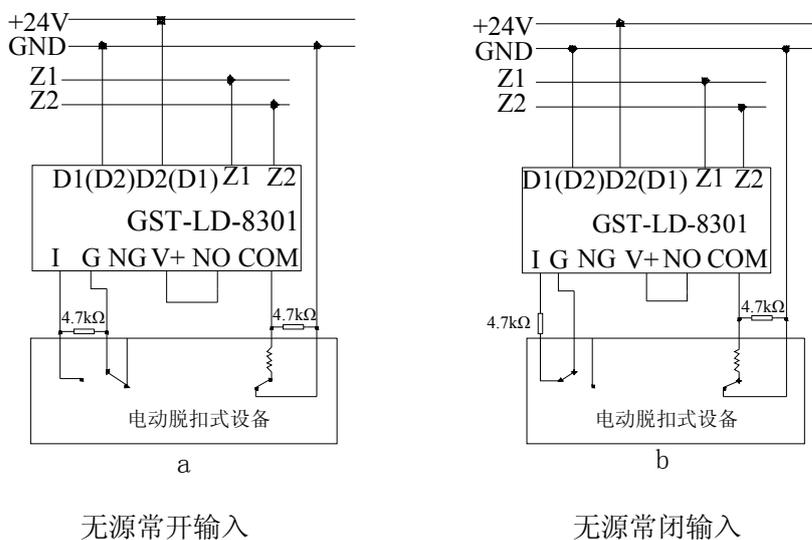

图 2-37
b. 对于需要模块控制 24V 输出给被控设备时推荐使用无源输出方式，接线示意图如图 2-37: